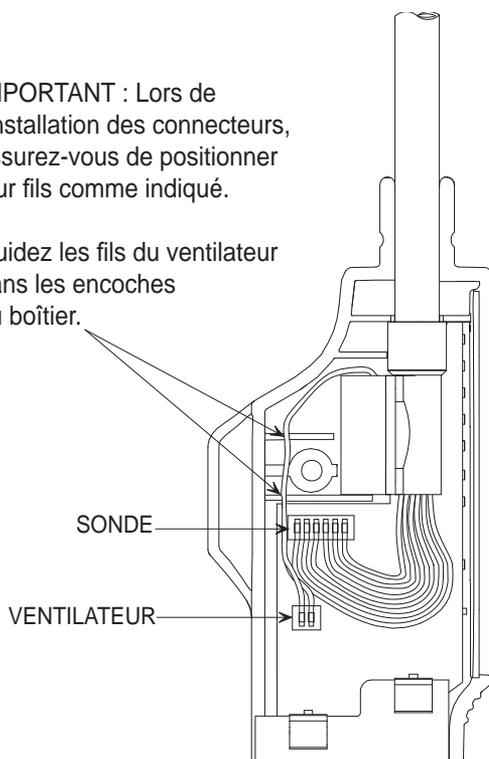

Figure 8. Emplacement des connecteurs sur le circuit imprimé
7. Branchez les connecteurs de la sonde et du ventilateur à leur emplacement respectif sur le circuit imprimé comme décrit à la figure 8.
8. Mettez l'assemblage de la sonde entre les deux demi-boîtiers, guidant les fils du ventilateur dans les encoches du boîtier comme décrit à la figure 8. Enfin, réassemblez le boîtier, poussez le collier de retenue avant, vissez l'embout de la sonde et réinstallez les piles.
L'appareil ne s'allume pas.	<p>a. Piles défectueuses ou installées à l'envers. Installez quatre piles alcalines « AA » neuves selon le chapitre Installation des batteries.</p> <p>b. Capteur de fluide frigorigène défectueux. Retirez le capteur de fluide frigorigène et allumez le détecteur. Si le détecteur s'allume et indique, après le préchauffage, un capteur défectueux (voir indication de défaillance capteur ci-dessous), remplacez le capteur selon le chapitre Remplacement de capteur.</p> <p>c. Connecteur sur le circuit imprimé desserré. Démontez le détecteur et assurez-vous que tous les connecteurs sont solidement fixés sur le circuit imprimé. Voir figure 8.</p>
Indication de gaz erratique.	<p>a. Défaillance du capteur. Remplacez le capteur selon le chapitre Remplacement de capteur.</p> <p>b. Capteur desserré. Dévissez l'embout de la sonde et assurez-vous que le capteur est solidement maintenu dans son support.</p> <p>c. Connecteur sur le circuit imprimé desserré. Démontez le détecteur et assurez-vous que tous les connecteurs sont solidement fixés sur le circuit imprimé. Voir figure 8.</p>